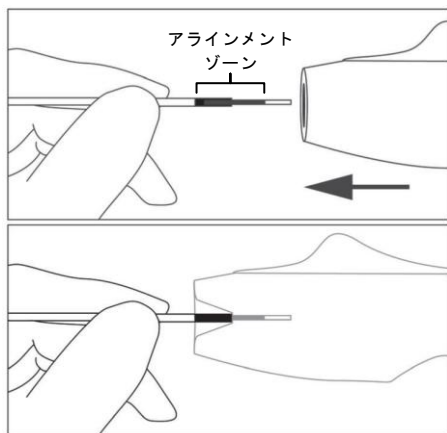

図 3
14. 黒色のアラインメントゾーンの遠位側でデリバリープッシャーを把持する。デリバリープッシャーの近位端に沿わせてデタッチメントハンドルを前進させると、デタッチメントハンドルの差込口に黒色のアラインメントゾーンが完全に入り、デリバリープッシャーがデタッチメントハンドル内で固定される(図 3)。